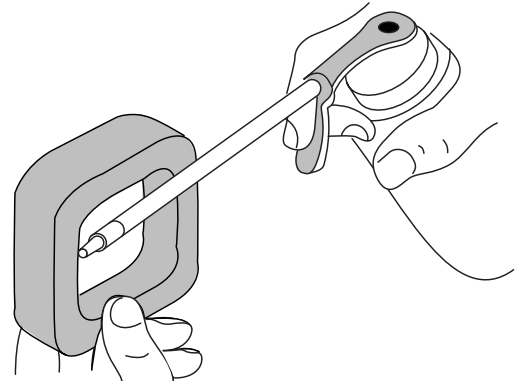

Fig. 34
- Aplique suficiente aceite limpio de motor SAE 30 para recubrir ligeramente el filtro (Fig. 34).